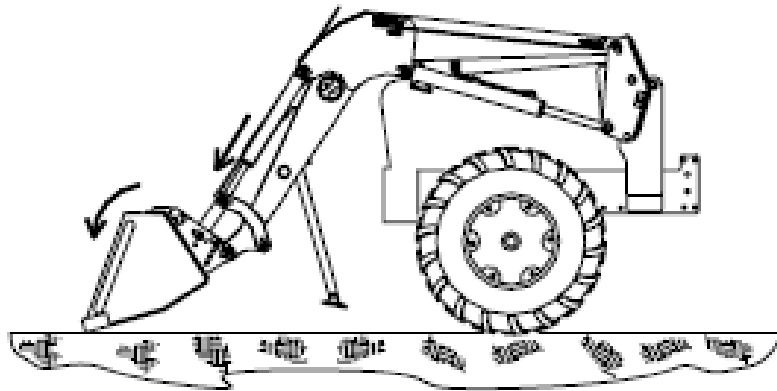

Рис. 4 Монтаж погрузчика на трактор
3. Медленно подайте трактор вперед так, чтобы штифт стойки погрузчика соприкоснулся с монтажной пластиной. Управляя ковшом и гидроцилиндрами подъема (рис. 4) установите штифты стойки в пластину посадочной рамы трактора. Убедитесь, что обе стойки полностью находятся в пластине посадочной рамы.